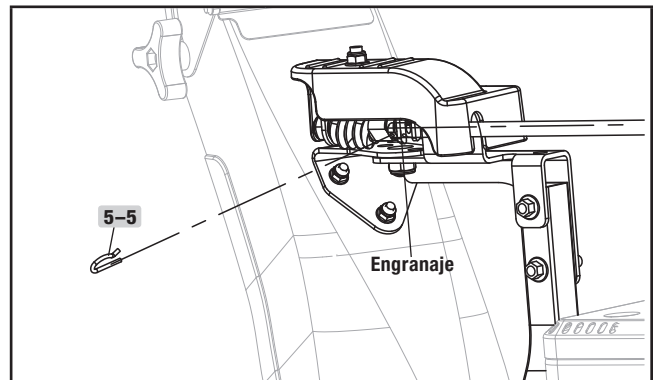

Figure 10B
2. Ajuste el orificio fijado de la palanca y el engranaje y luego conéctelos con un perno R (5-5) (Fig. 10B).